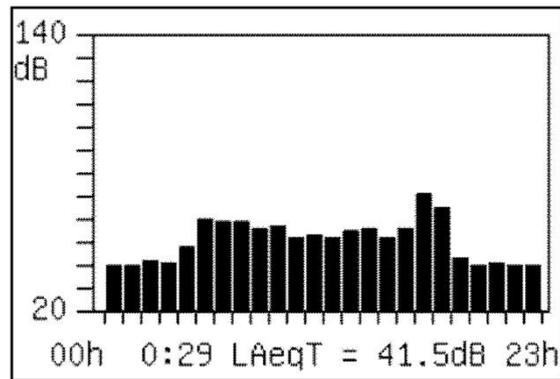

Fig. 45: Visualização gráfica da distribuição dos valores da análise "24H"
2. Premir o botão "" para visualizar, em detalhe, os valores de cada intervalo considerado (ex: 8 intervalos na Fig. 45). Premir os botões "" ou "" para passar às páginas seguintes e os botões "" ou "" para a visualização dos valores dos parâmetros **Ld**, **Ln** e **Ldn**